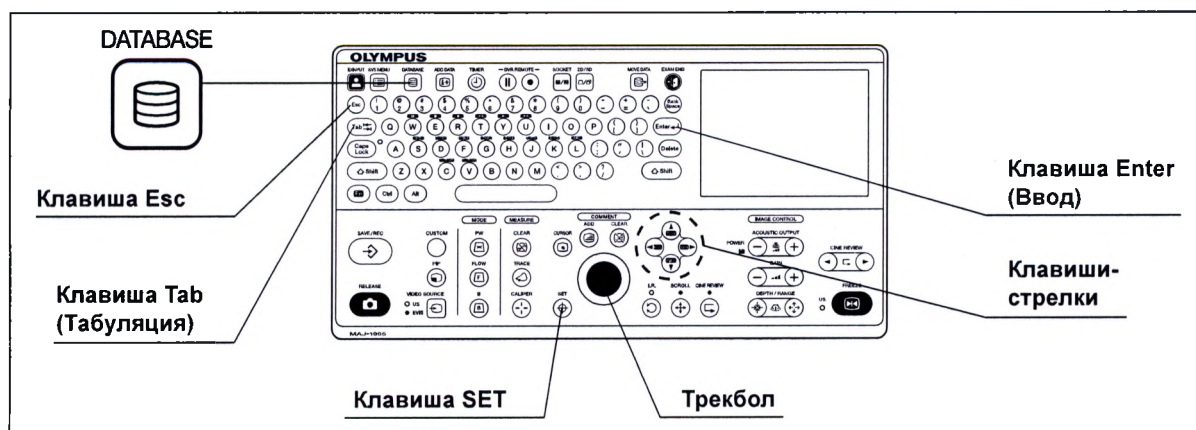
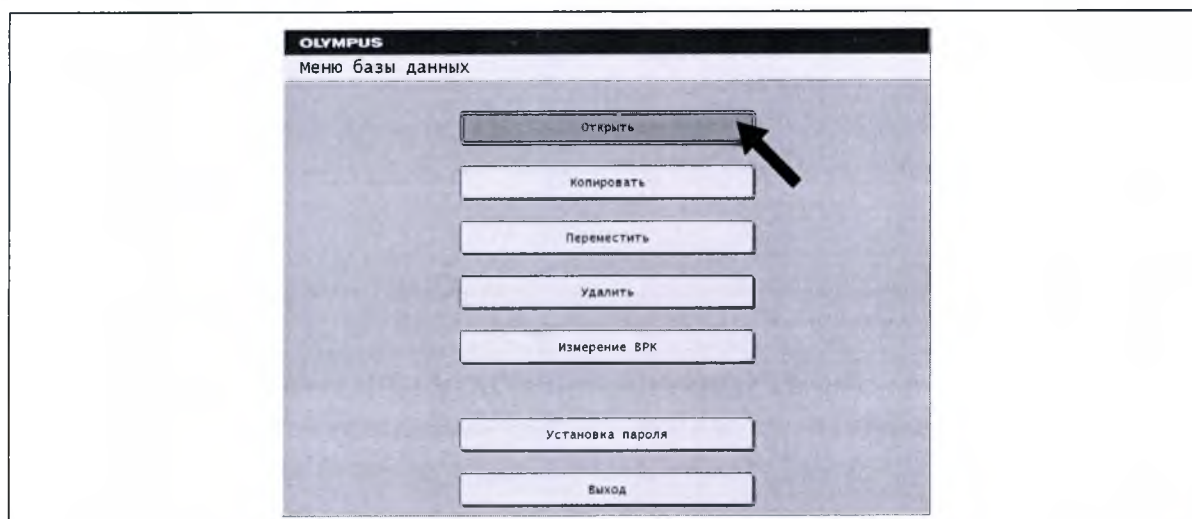

Рисунок 7.254
Рисунок 7.255
- 1 Нажмите клавишу DATABASE (см. рис. 7.254). На экране монитора появится меню [Database menu] (Меню базы данных) (см. рис. 7.255).